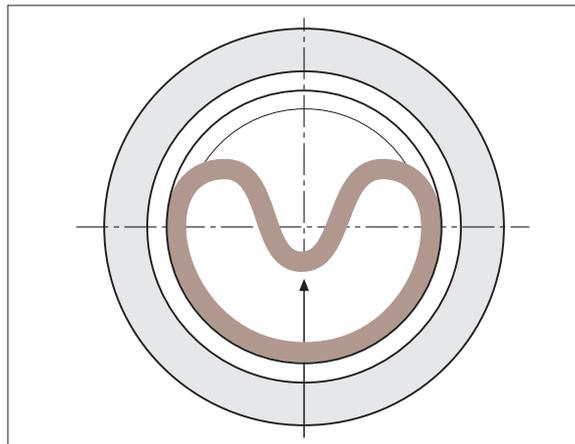

fig. 06
- Posizionare l'anello in PTFE così deformato nella sede e ridistendere la deformazione spingendolo contro l'O-Ring (vedi fig 06)
- Place the PTFE ring in compressed form into the groove and push it against the O-Ring (see fig. 06).